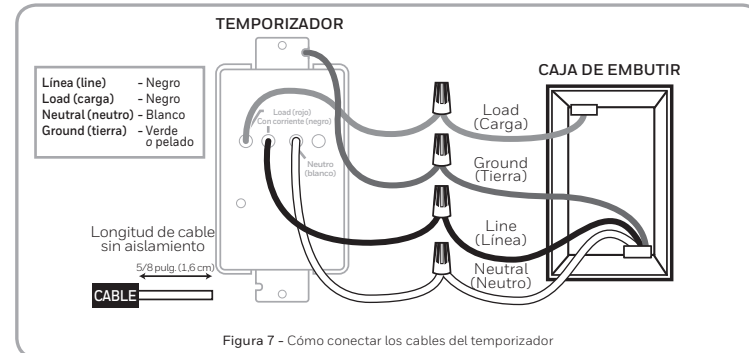

Figura 7 - Cómo conectar los cables del temporizador
- Conecte el temporizador a los cables de la caja de embutir con los empalmes de cable, como se muestra en la Figura 7.